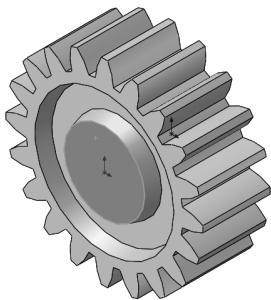

图 9-68 选择齿轮表面作为草图基准面
- [1] 单击齿轮表面，单击【草图绘制】按钮，选择齿轮表面作为草图基准面，如图 9-68 所示。